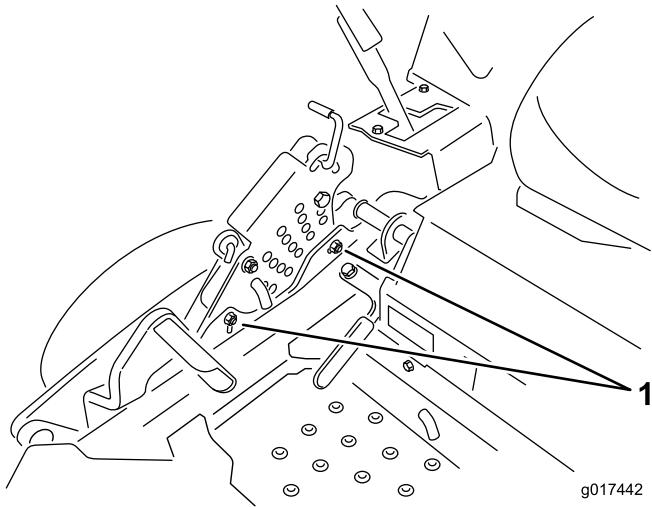

図 74
12. シングルポイントの調整を行うには、刈高プレートの底部にあるボルト2本をゆるめる。図 74を参照。
14. 刈高プレートの底部にあるボルト2本を締め付ける図 74。37-45 Nm 3.7-4.6 kg.m=27-33 ft-lbにトルク締めする。